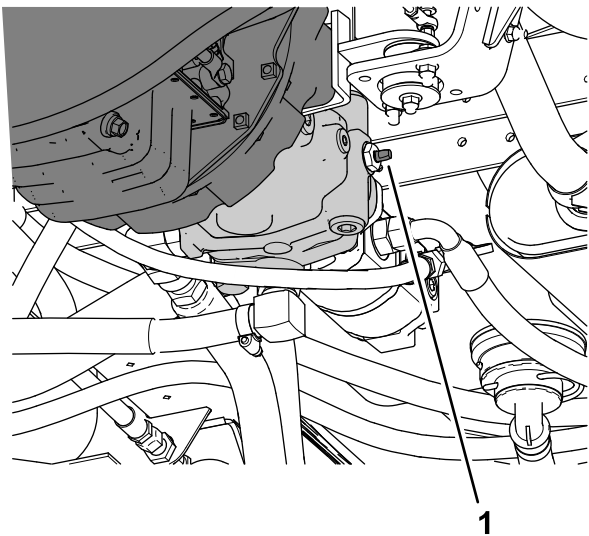

図 60
3. 牽引用バイパスバルブ 図 60 を左右どちらかに 90° 回転させるとバルブが開く。